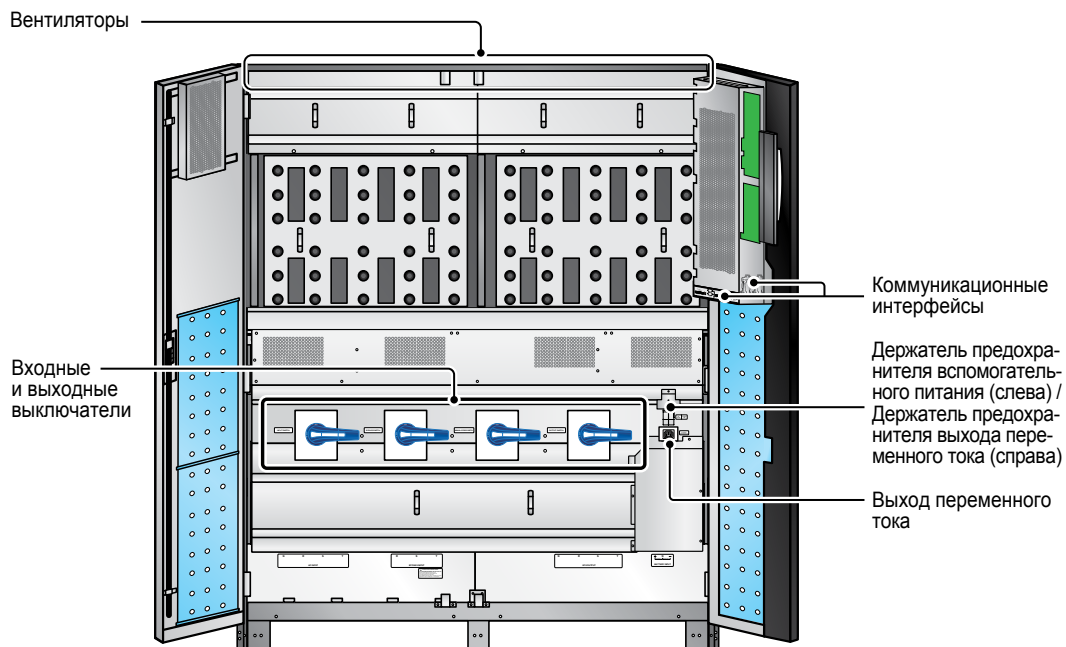

Рис. 2-4. Внутреннее устройство
- **Вид спереди с открытыми дверцами:** внутри шкафа расположено оборудование, показанное (см *Рис. 2-4*).